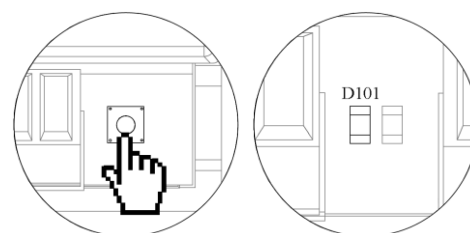

Fig. 33
1. Abra el canal de asociación del módulo (Fig. 33).